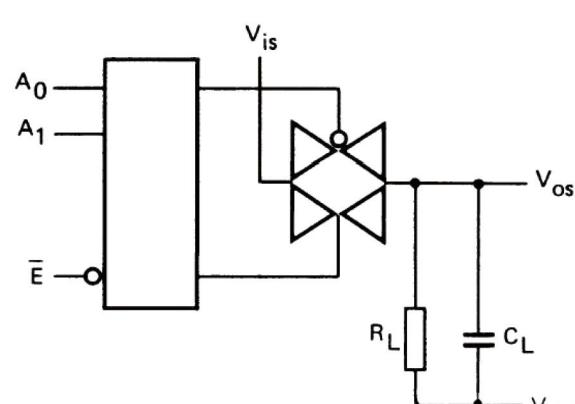

图 3
1.  $R_L=10K\Omega$  到  $V_{EE}$ ;  $C_L=50pF$  到  $V_{EE}$ ;  $\bar{E}=V_{SS}$ ;  $V_{is}=V_{DD}$  (方波); 如图 3 所示
2.  $R_L=10K\Omega$ ;  $C_L=50pF$  到  $V_{EE}$ ;  $\bar{E}=V_{SS}$ ;  $S_n=V_{DD}$  (方波);  $V_{is}=V_{DD}$  和  $R_L$  到  $V_{EE}$  用来测量  $t_{PLH}$ ;  $V_{is}=V_{EE}$  和  $R_L$  到  $V_{DD}$  用来测量  $t_{PHL}$ ; 如图 3 所示
3.  $R_L=10K\Omega$ ;  $C_L=50pF$  到  $V_{EE}$ ;  $\bar{E}=V_{DD}$  (方波);  $V_{is}=V_{DD}$ ,  $R_L$  到  $V_{EE}$ ; 测量  $t_{PHZ}$  和  $t_{PZH}$  时;  $V_{is}=V_{EE}$  和  $R_L$  到  $V_{DD}$  用来测量  $t_{PLZ}$  和  $t_{PZL}$ ; 如图 3 所示
6.  $R_L=10K\Omega$  到  $V_{EE}$ ;  $C_L=15pF$  到  $V_{EE}$ ;  $\bar{E}$  或  $S_n=V_{DD}$  (方波); 干扰是  $|V_{os}|$  (峰值); 如图 3 所示